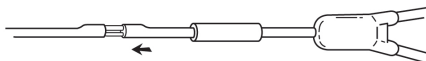

Fig. 4
4. Den eller de små metalkanyler føres ind i kateterendens lille lumen/små lumen (fig. 4).